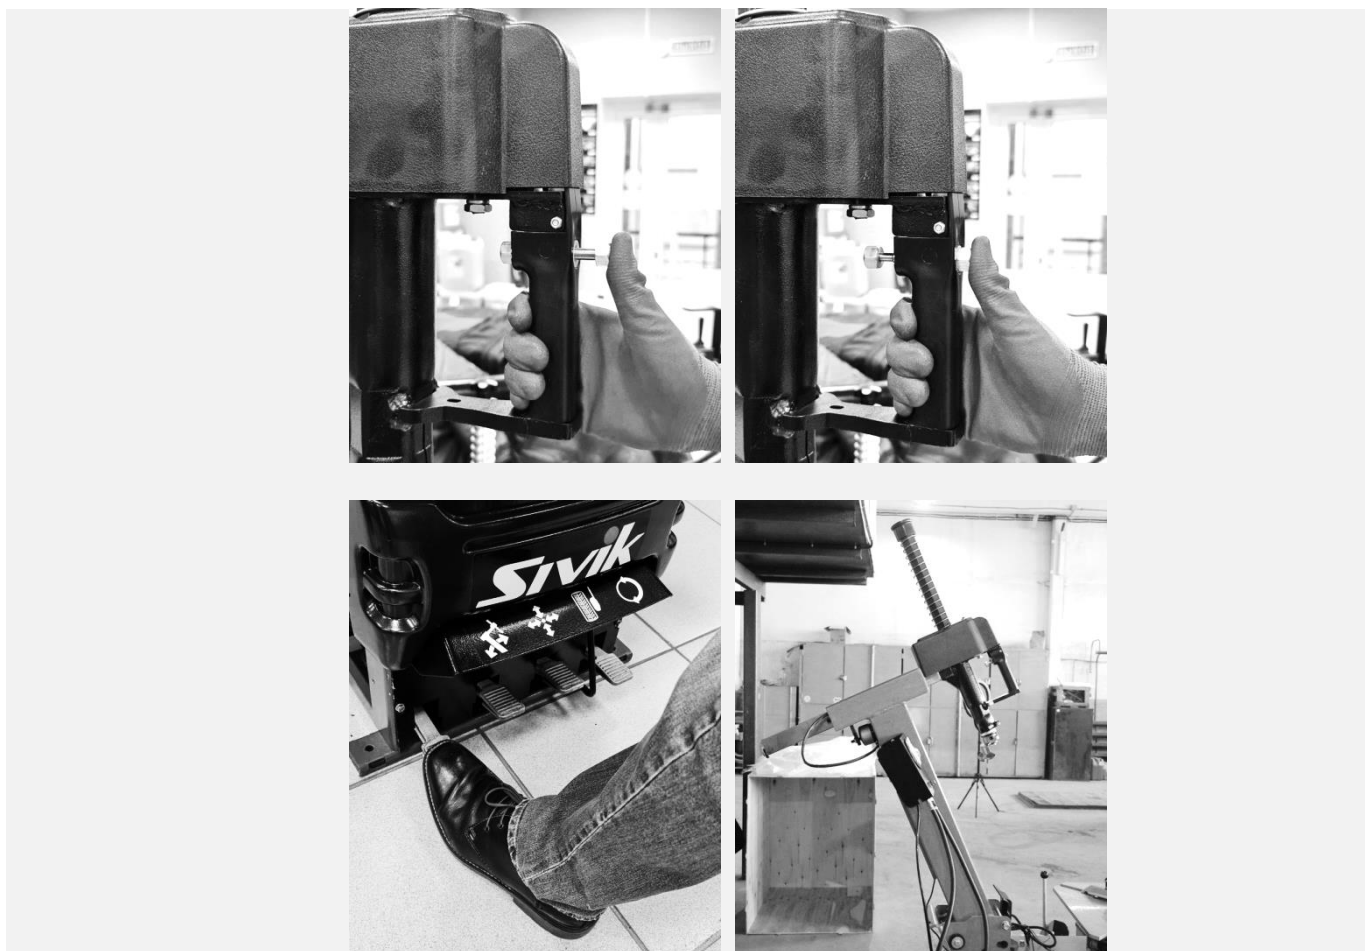

Рисунок 49
9.3.2 Перевести монтажную головку в верхнее положение, нажав кнопку фиксатора монтажной головки. Откинуть монтажную колонну, нажав (см. Рисунок 49).